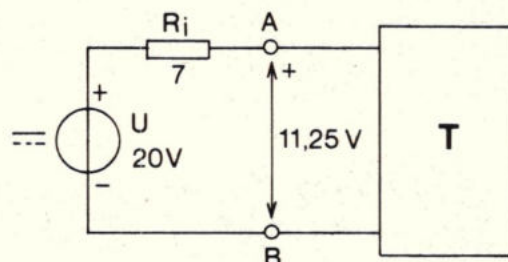
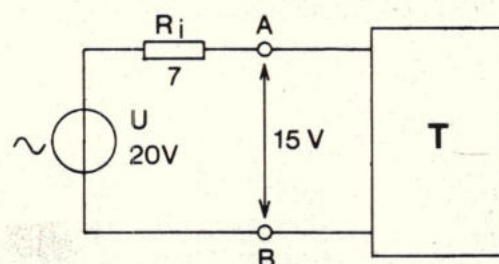

Fig. 5.
Fig. 6.
3. De schakeling T in fig. 5 en fig. 6 is een tweepool die bestaat uit twee passieve elementen. Sluit men tussen de klemmen A en B een gelijkspanningsbron aan met een bronspanning $U = 20\ \text{V}$ en een inwendige weerstand $R_i = 7\ \Omega$ (figuur 5), dan is de spanning tussen de klemmen A en B gelijk aan 11,25 V.
Uit het feit dat U_{AB} in fig. 6 groter is dan in fig. 5 volgt dat T moet bestaan uit de serieschakeling van een weerstand en een spoel. De grootte van de weerstand volgt uit fig. 5
Stellen we de impedantie van T voor wisselstroom gelijk aan $R_T + j\omega L_T$, dan volgt uit fig. 6: